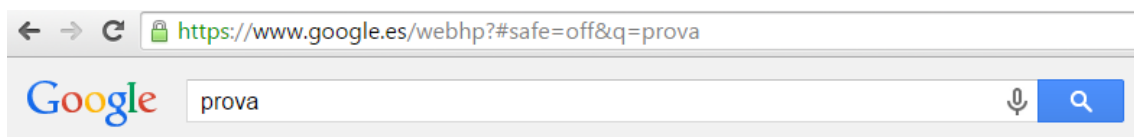

Figura 13: Exemple petició web (GET)
- a) GET: La petició GET només té en compte la URI que s'està enviant. En la URI, es diferenciarà la URL de la resta de les variables mitjançant el símbol "?". Les variables constaran de dos parts. El nom de variable i el seu valor, que anirà precedir del símbol "=". Per concatenar diferents variables s'usarà el símbol "&". Això es pot veure més clarament en l'exemple de la Figura 13, el qual és una petició de la cerca de la paraula "prova" a la web de google.